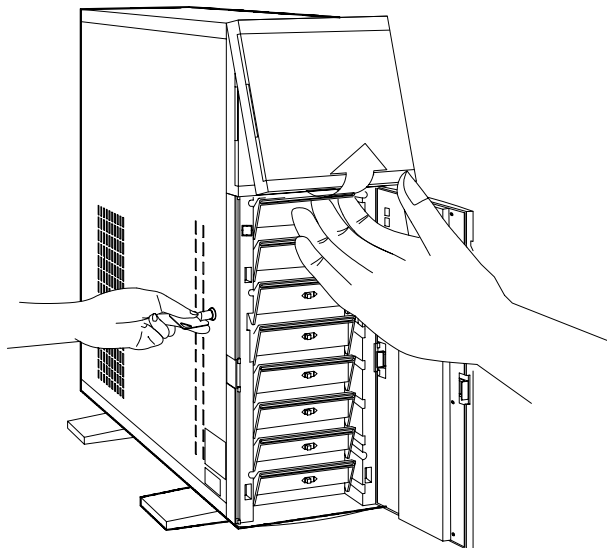

Abbildung 3-6 Entfernen der oberen Frontplatte
2. Die obere Frontplatte einschließlich Rahmen durch Lösen der Verriegelung an der Unterseite entfernen. Siehe Abbildung 3-6.